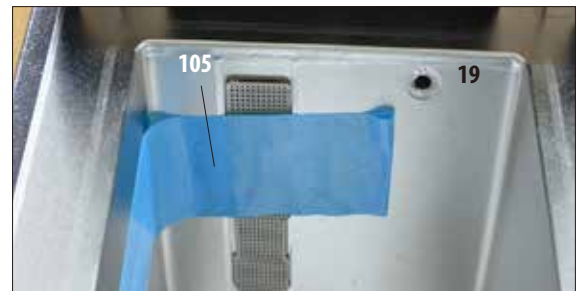

Fig. 19
- Dentro de la retorta también se debe quitar una cinta adhesiva (105) que protege la funda de los sensores de nivel de llenado (fig. 19).